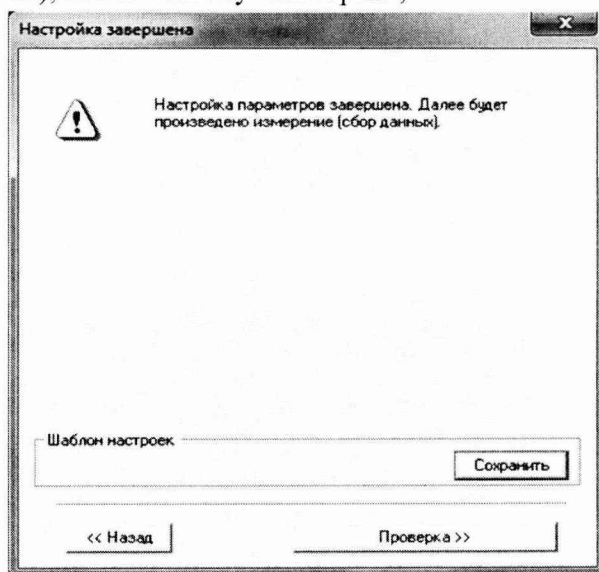
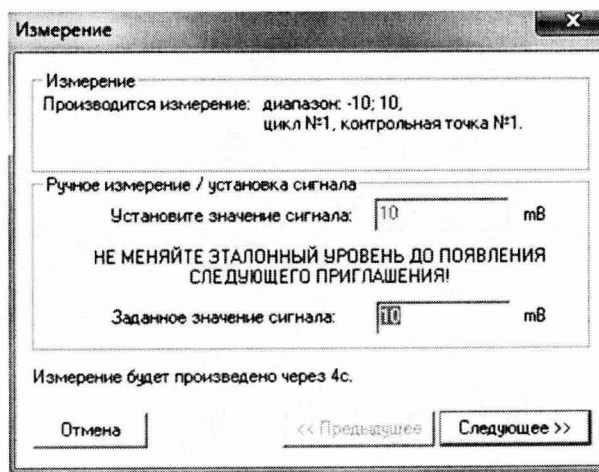

Рисунок 11-Вид диалогового окна «Настройка завершена»
Рисунок 12-Вид диалогового окна «Измерение»
7.2.9 Выйти из диалогового окна "Настройка завершена" (рисунок 11) в диалоговое окно "Измерение" (рисунок 12), нажав кнопку "Поверка";